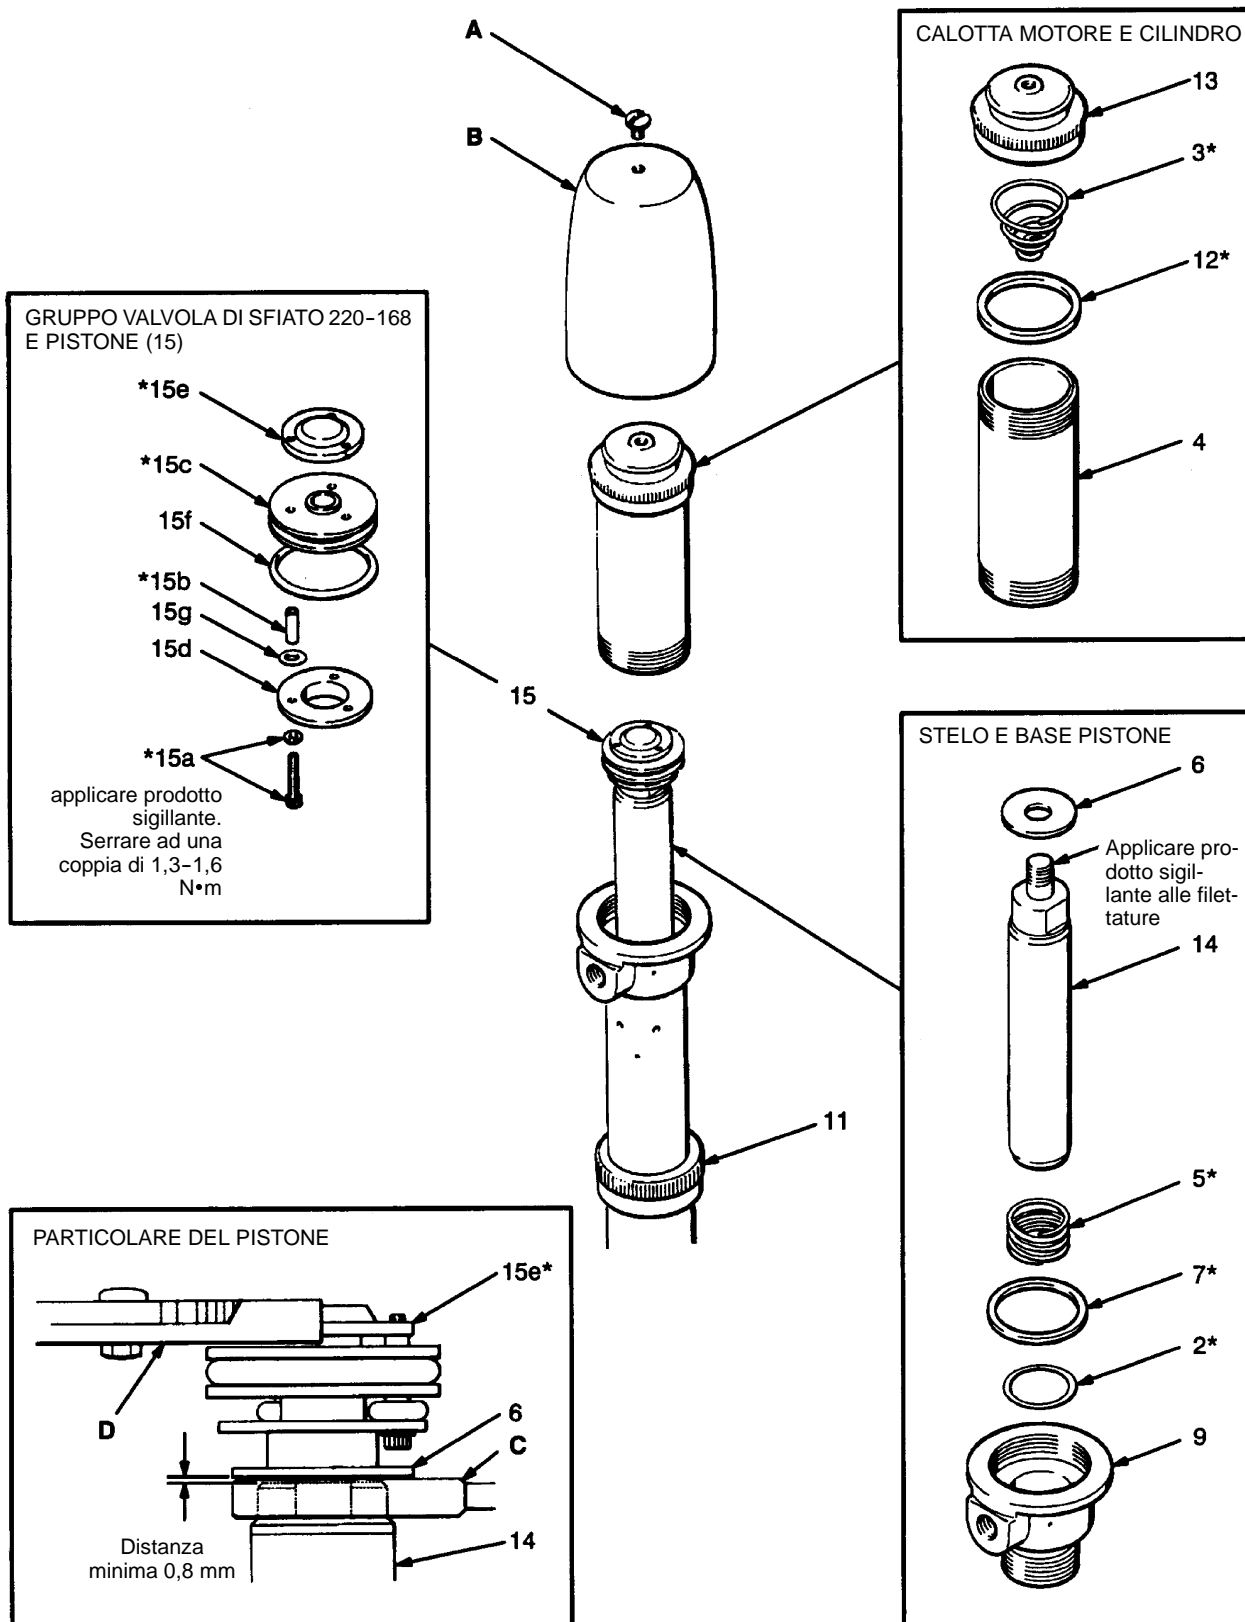

Fig. 2
1. Se la pompa è dotata di una calotta di protezione del motore (B), svitare le viti di arresto della calotta di protezione (A) e sollevare la calotta di protezione dal motore ad aria compressa. Ved. Fig. 2.
2. Svitare il cilindro (4) dalla base del motore ad aria compressa (9) e estrarre il cilindro dal pistone pneumatico (15) sollevandolo verticalmente.
3. Svitare la calotta del cilindro (13) dal cilindro (4). Per rimuovere la molla (3), fare leva delicatamente al di sotto delle spire seguendo il senso di avvitamento. Controllare la molla (3) e la guarnizione (12) e, se necessario, sostituirle.
4. Per svitare il pistone dallo stelo, fare riferimento al particolare del pistone nella Fig. 2. Utilizzare delle pinze (D) sulla piastra di scarico dell'aria (15e) ed una chiave (C) sullo stelo del pistone (14).
5. Togliere le tre viti mordenti (15a) e smontare il pistone (15). Pulire tutti i componenti utilizzando un solvente compatibile ed asciugare con aria compressa. Verificare l'eventuale presenza di danni o usura ed effettuare le sostituzioni necessarie. Se un distanziale delle piastre delle valvole (15b) dovesse risultare danneggiato, sostituirli tutti e tre per mantenere la giusta distanza tra le piastre delle valvole (15d e 15e).
6. Rimuovere la rondella (6), la molla inferiore (5) e la guarnizione (7). Verificare l'eventuale presenza di danni o usura ed effettuare le sostituzioni necessarie.
7. Disinserire lo stelo del pistone (14) dalla biella della pompa e sollevare lo stelo del pistone per estrarlo dalla base del motore ad aria compressa (9). Rimuovere l'O-ring (2*). Controllare l'O-ring e, se necessario, sostituirlo. Reinsere lo stelo del pistone (14) e la biella della pompa.
8. Applicare nuovamente la guarnizione (7*), la molla (5*) e la rondella (6). Rimontare il pistone (15). Applicare prodotto sigillante per filettature alle viti (15a) e serrarle ad una coppia di 1,3-1,6 N•m. Applicare prodotto sigillante per filettature alle filettature dello stelo del pistone (14) e avvitare con cura il pistone sullo stelo (15). Per il serraggio finale, fare riferimento al punto 4 precedente e al particolare del pistone in Fig. 2. Dopo l'installazione fare in modo che tra la rondella (6) e lo spallamento dello stelo del pistone (14) rimanga una distanza minima di 0,8 mm.
9. Installare nuovamente la molla (3*) e la guarnizione (12*) sulla calotta del cilindro (13) e avvitare la calotta sul cilindro (4). Avvitare il cilindro alla base del motore ad aria compressa (9).
10. Rimontare la calotta di protezione del motore ad aria compressa (B) e fissare con la vite di arresto della calotta (A).